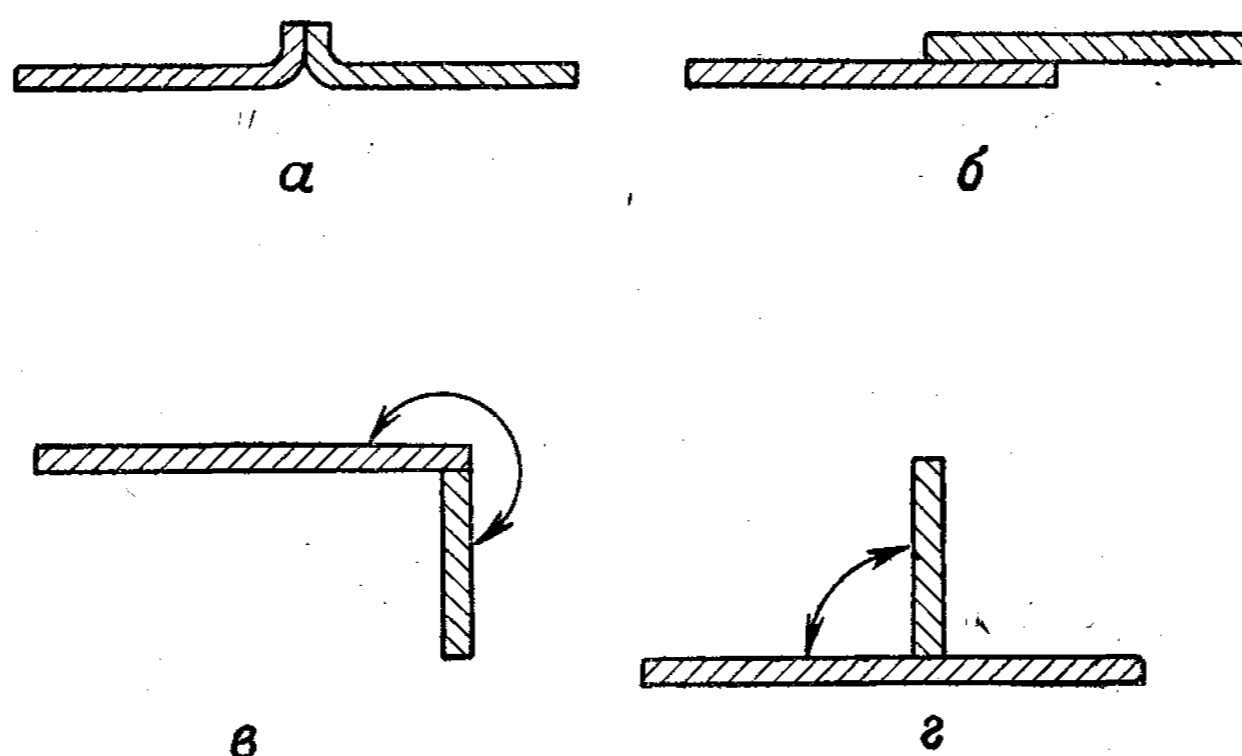

Рис. 171. Виды сварных соединений:
3. При сварке рекомендуется применять следующие виды сварных соединений (рис. 171):